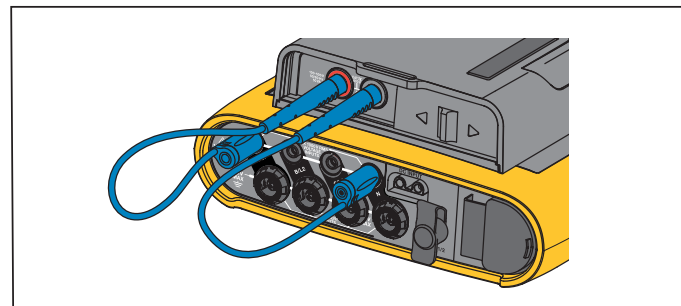
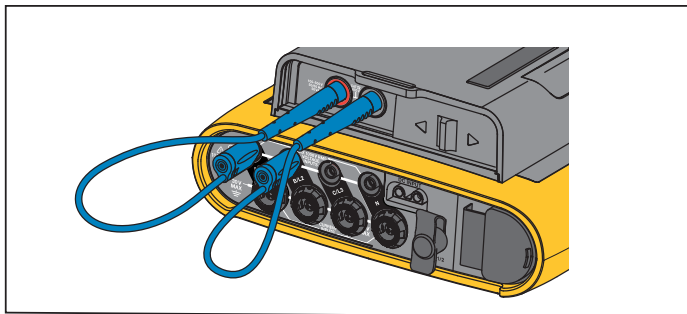

Рисунок 6. Измерение с нейтральным напряжением и с источником питания прибора
Рисунок 7. Измерение без нейтрального напряжения и источника питания прибора
3. Подключите ненаращиваемые разъемы (см. Рисунок 6 и Рисунок 7) к входам источника питания, а наращиваемые разъемы — к Регистратору. Измерительные провода рассчитаны на измерение/перенапряжение CAT III 1000 В и CAT IV 600 В.